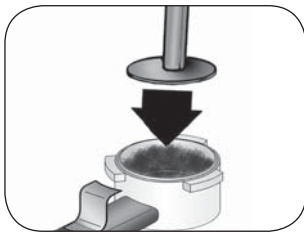

Abb. 8
- 2 Den Kaffee im Filter dosieren und leicht mit dem Kaffeedrucker (Abb. 8) drücken: Für zwei Kaffees zwei vollen Meßlöffel auffüllen, für einen Kaffee ist ein Messlöffel ausreichend.